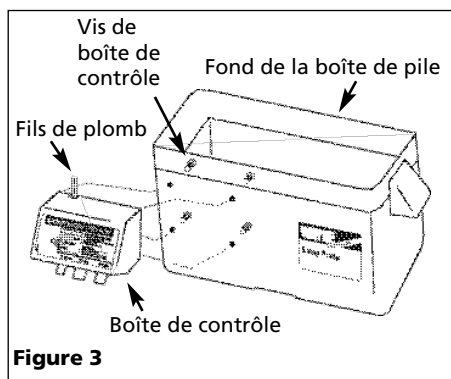

Figure 3
- Fixer la boîte de contrôle au côté de la boîte de batterie tel qu'indiqué dans la Figure 3. Placer la batterie dans la boîte, brancher le câble rouge à la borne positive de la pile et le câble noir à la borne négative. Mettre le couvercle sur la boîte.